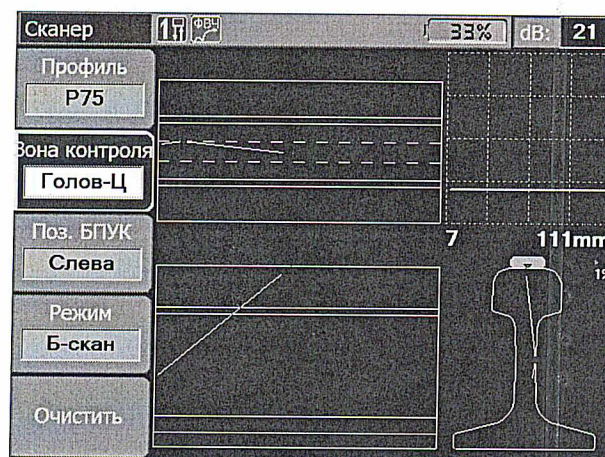

Рисунок 8.18 - Подменю «Сканер»
1) «Сканер» – при активации появляется подменю координатного устройства – «Сканер», рисунок 8.18.